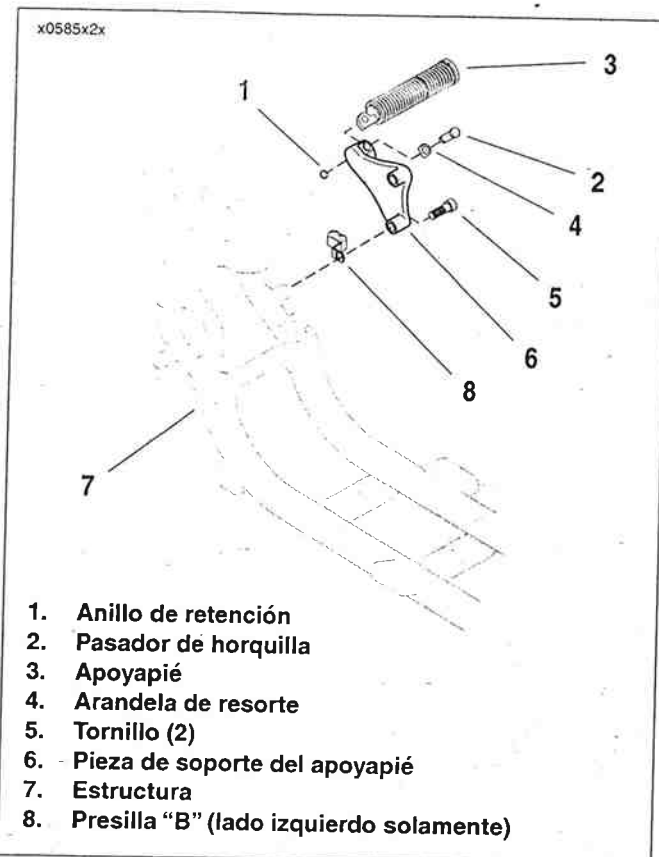

Figura 2-169. Conjunto del apoyapié del pasajero de los modelos XL 883C/XL 1200C/XL 1200R
1. Vea la Figura 2-169. Quite el anillo de retención (1), pasador de horquilla (2), apoyapié (3) y arandela de resorte (4). Deseche el anillo de retención.
2. Extraiga los dos tornillos (5) y la pieza de soporte del apoyapié (6) de la estructura (7).
Vea la Figura 2-169. En el lado izquierdo del vehículo, una presilla "B" (8) está colocada entre la pieza de soporte del apoyapié (6) y el agujero de la pieza de soporte inferior en la estructura (7). Asegúrese de que esta presilla esté colocada entre la pieza de soporte del apoyapié y la estructura cuando monte la pieza de soporte en el siguiente paso.
1. Vea la Figura 2-169. Sujete la pieza de soporte del apoyapié (6) a la estructura (7) con dos tornillos (5). Apriete a 61,1-67,9 N·m (45-50 lb-pie).
2. Instale el apoyapié (3) en la pieza de soporte del apoyapié con la arandela de resorte (4). Asegúrese de que la arandela de resorte está colocada dentro del saliente de montaje de la pieza de soporte con el borde cuadrado hacia adentro. Alinee los agujeros y empuje el pasador de la horquilla (2) de la parte superior hacia abajo a través del agujero en la pieza de soporte. Asegure con un anillo de retención **nuevo** (1).